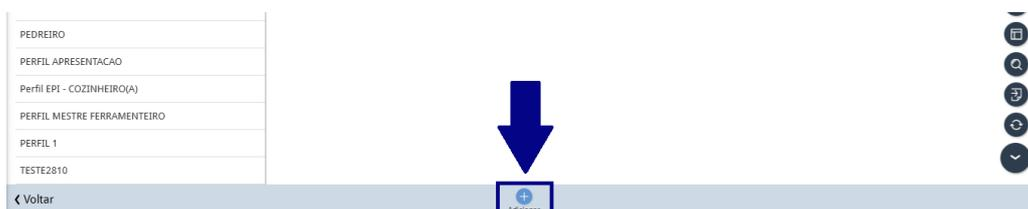

Figura 61: Adicionar
2. Clique em **Adicionar** (Figura 61) no canto inferior direito.